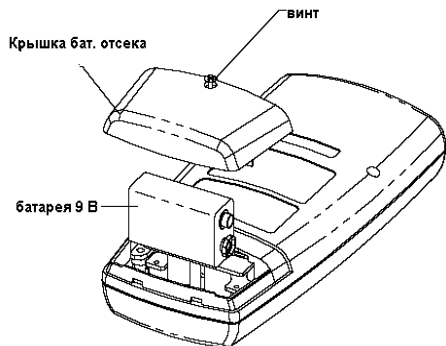

Рис. 9.2
5. Отвинтить крепежные винты и снять крышку батарейного отсека (рис.9.2).